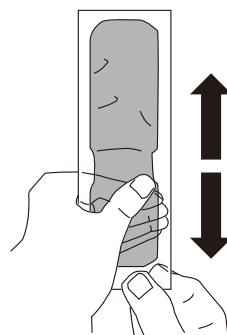

図4-3
- ④指でレジジン袋を20回程度前後にしごきながら内部の樹脂を混合させてください。(図4-3参照)